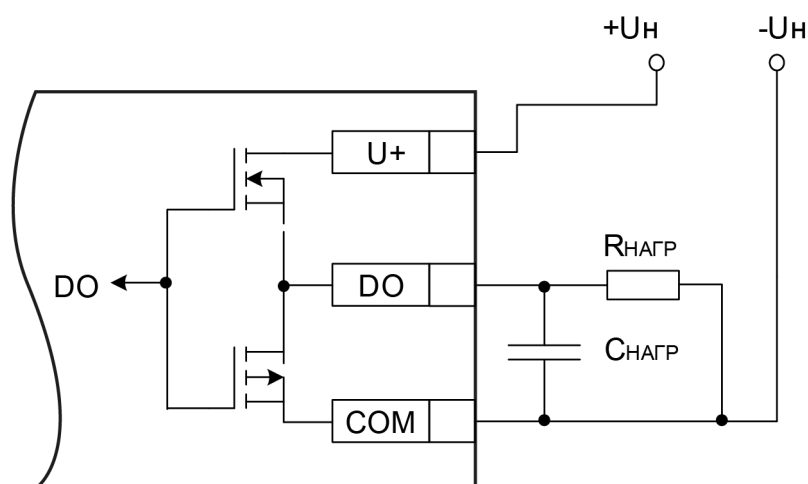

Рисунок 6.5 – Схема подключения нагрузки в режиме включения «верхний и нижний ключи»
- верхний и нижний ключи (рисунок 6.5) — для коммутации нагрузки с большей емкостью и меньшим током.